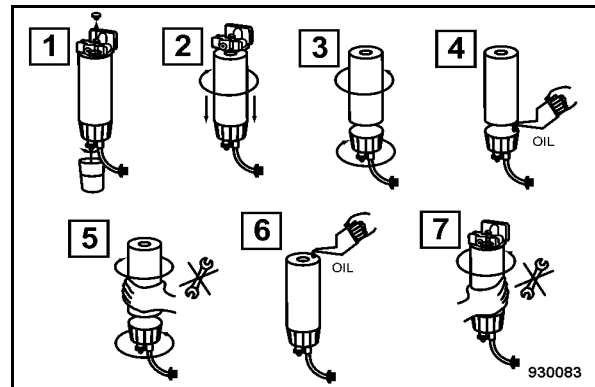

fig. 159
- Débrancher le câble au séparateur d'eau (fig. 159).
- (1) Desserrer la vis de purge et laisser écouler le carburant par le bouchon de vidange.
- (2) Débloquer le préfiltre à l'aide d'une clé à bande puis les dévisser à la main.
- (3) Dévisser le séparateur d'eau de la cartouche de filtre.
- (4) Huiler légèrement le joint en caoutchouc du séparateur d'eau.
- (5) Visser puis serrer le séparateur d'eau à la main jusqu'en butée du joint.
- (6) Huiler légèrement le joint en caoutchouc de l'élément de filtre (5).
- (7) Visser puis serrer la cartouche de filtre à la main jusqu'en butée du joint.